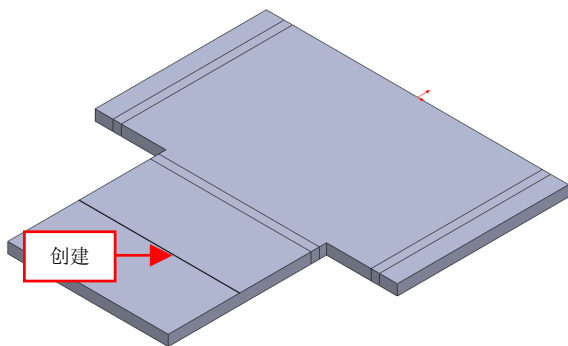

图 9-28 创建直线
(3) 进入草图绘制环境,单击【直线】按钮,在绘图区合适位置创建直线,如图 9-28 所示。